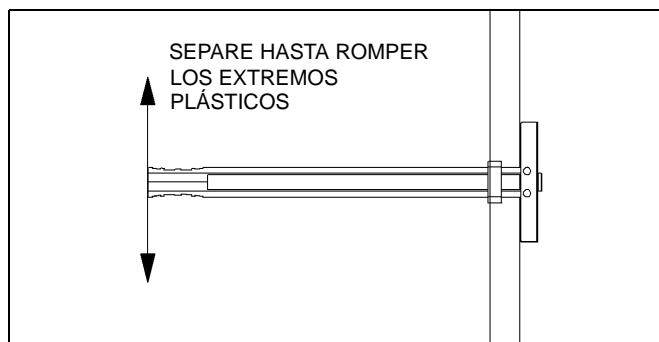

Figura 7.
- Separé los extremos de agarre para romper los extremos plásticos hasta que queden al ras con el anillo plástico del anclaje (véase la figura 7).